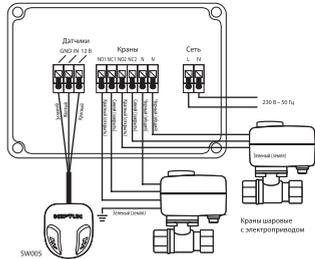

Рис. 3. Схема подключения датчиков контроля протечки и кранов шаровых с электроприводом к модулю управления
2. Выполните соединения проводов в соответствии со схемой подключения, в зависимости от того, какие краны с электроприводом вы используете (рис. 3)